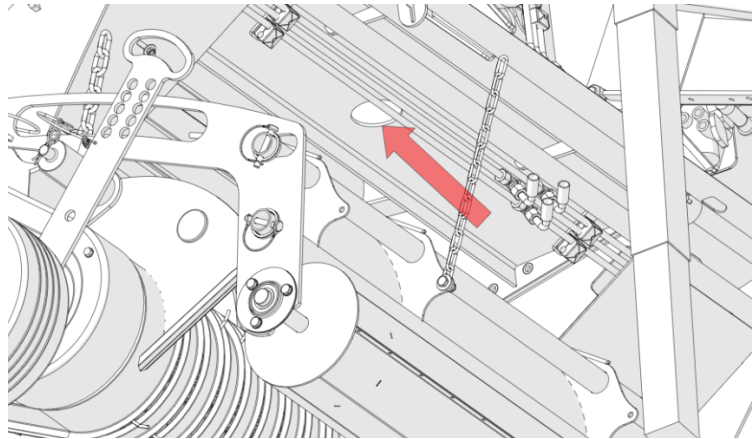

Рисунок 23. Сливная пробка
- Отвинтите и снимите пробку, расположенную на дне коробки передач (Рис. 23). Доступ к нему осуществляется через отверстие в нижней передней балке над подборщиком;